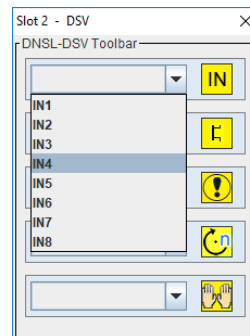

Abbildung 5-3
- Wählen Sie das Element aus. (Abbildung 5-3)